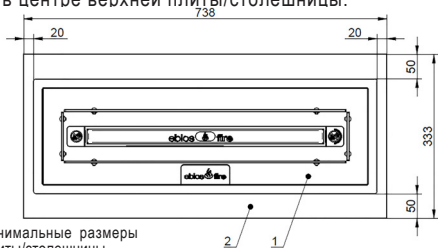

Рис. 4 Минимальные размеры верхней плиты/столешницы
- Минимальный размер верхней плиты/столешницы (рис.4) составляет минимум 738 x 333 мм (ширина x глубина).